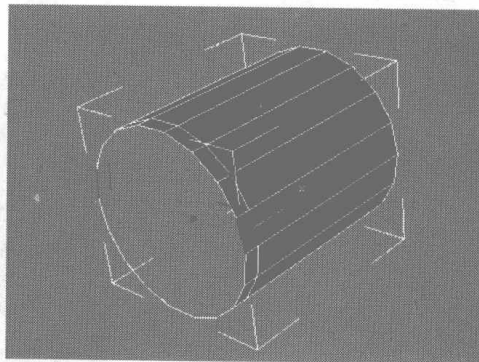

图 6.469
- 76** 将其他的物体隐藏，选择如图 6.469 所示的边线，在 Edit Edges 卷展栏中单击 **Connect** 右侧的小按钮，在弹出的对话框中设置添加细分线的参数，添加一条曲线。